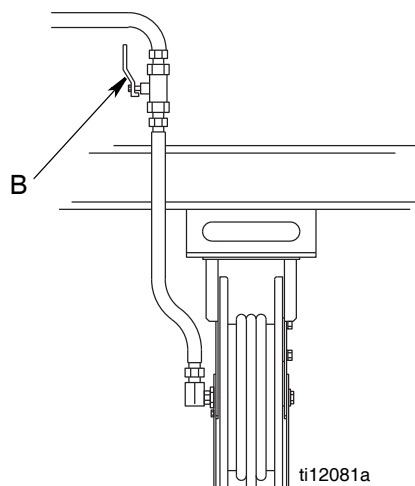

ABB. 3
1. Das Absperrventil für flüssige Medien (B, ABB. 3) an allen Ausgabestellen schließen.